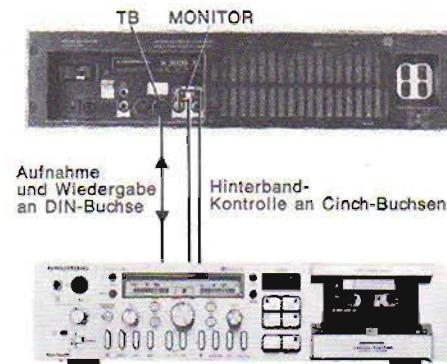

Abb. 5
Die Monitor-Buchsen werden mit Cinch-Kabel mit der entsprechenden Buchse des Tonbandgerätes verbunden. Wird nun während einer Tonbandaufnahme Taste MONITOR (Pos. ⑫) gedrückt, so geht die Aufnahme ohne Unterbrechung weiter, lediglich der Receiver wird jetzt auf die Monitor-Buchse gelegt. Damit ergibt sich die bestmögliche Kontrolle des soeben aufgezeichneten Programms. Durch Umschalten mit der Taste MONITOR ist also ein direkter Vergleich zwischen Original und Mitschnitt möglich. Die Abbildung 5 zeigt das Anschlußschema für TB-Aufnahme.